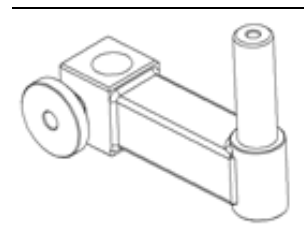

FIGURA 3-3. SOPORTE RADIAL
3. Si usa un soporte radial (A-1023; véase la Figura 3-3), instálelo sobre la vara de montaje.